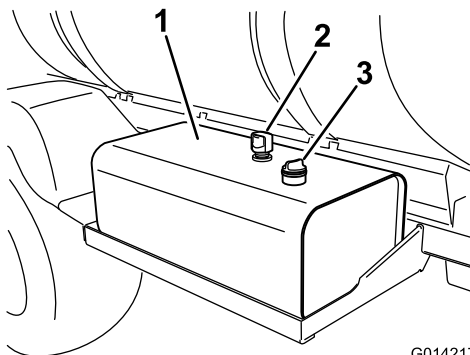

Figure 89
2. Nettoyez la surface autour du bouchon-jauge du réservoir de liquide hydraulique et enlevez-le (Figure 89).